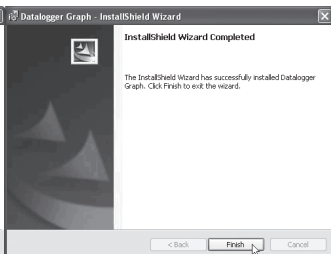

Fig. 2
6. Wenn die Installation der Software abgeschlossen ist, auf **Finish** (Beenden) klicken. (Fig. 2)